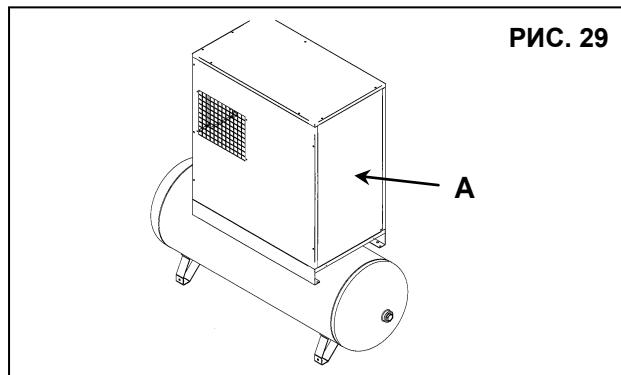

РИС. 29
- Снимите защитное устройство (кофху машины), поз. А, рис. 29.
- Установите стационарное защитное устройство с помощью предохранительных винтов (поз. А, Рис. 29).